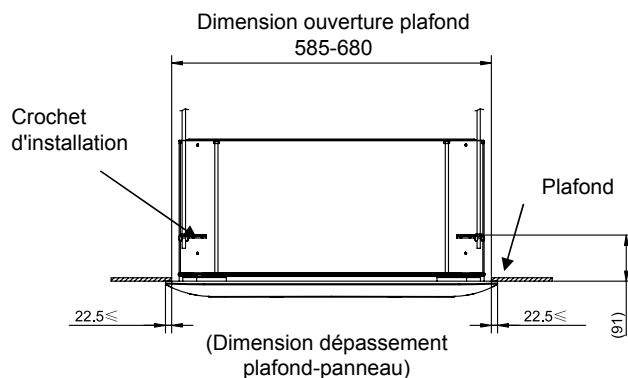

Fig 3-2
- La taille maximale de l'ouverture du plafond est de 680mm. Faites attention qu'il y ait un recouvrement entre le panneau et le plafond. (Fig 3-2)